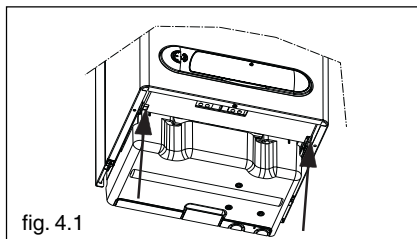

fig. 4.1
- premere sulla copertura liberando i ganci che la tengono in posizione (fig. 4.1)